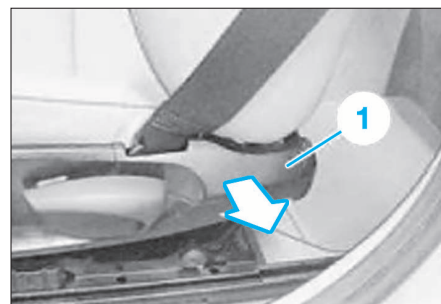

FIG. 8
- Déposer la garniture de siège (1) en tirant vers soi. (Fig.8).